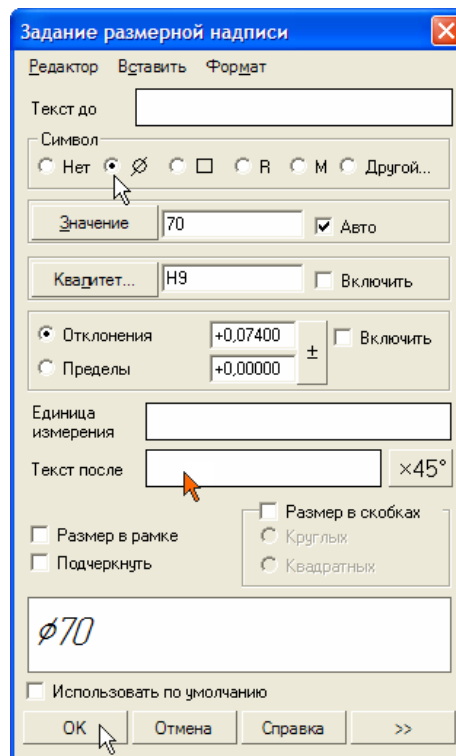

Рисунок 14.
- Затем выполните двойной щелчок в поле Текст после (рис. 14).